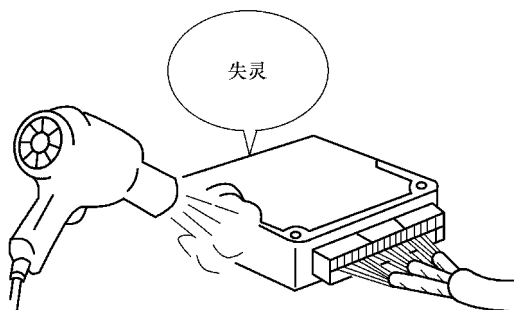

图 5-77 用电吹风加热可能引起故障的零部件
(2) 加热法 当有些故障只是在热车时出现,可能是因为有关零件或传感器受热引起的。可用电吹风或类似加热工具加热可能引起故障的零部件或传感器,检查是否出现故障,如图 5-77 所示。